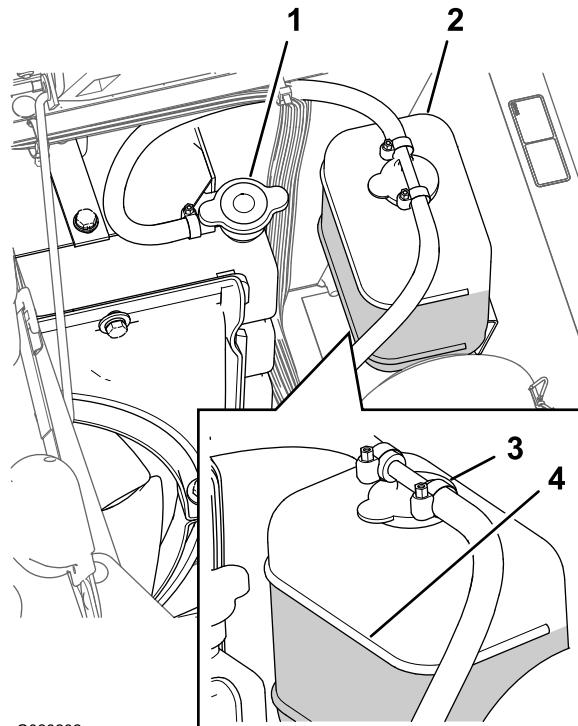

Figura 90
3. Rimuovete attentamente il tappo del radiatore e il tappo del vaso di espansione (Figura 90).
- Nota:** Il radiatore deve essere riempito fino all'orlo del collo del bocchettone e il vaso di espansione fino al segno di pieno (Full) (Figura 90).
5. Se il livello del radiatore è basso, rimuovete il tappo del vaso di espansione e il tappo del radiatore e riempite il vaso di espansione fino al segno di pieno e il radiatore fino alla parte superiore del collo del bocchettone (Figura 90).
- Montate il tappo del radiatore e il tappo del vaso di espansione (Figura 90).
- Attendete fino a quando il motore non si sarà raffreddato, poi rimuovete il tappo del radiatore (Figura 90).
- Togliete il tappo del radiatore (Figura 90).
- Avviate il motore con il tappo lento sul radiatore (Figura 90).
- Una volta riscaldato il refrigerante, rabboccate il livello del refrigerante alla superficie di tenuta del tappo e serrate il tappo (Figura 90).
- Aprite il tappo del vaso di espansione e riempite il vaso con refrigerante fino al livello Freddo (Figura 90).